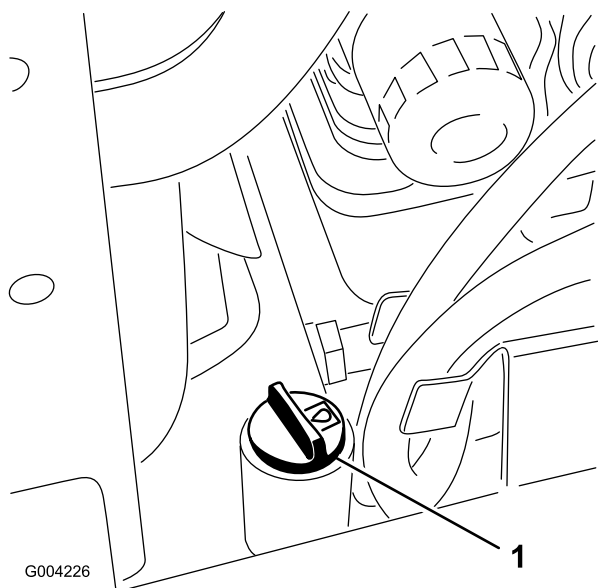

Bild 18
5. Reinigen Sie den Bereich um den Einfüllstutzen des Hydraulikölbehälters (Bild 18).